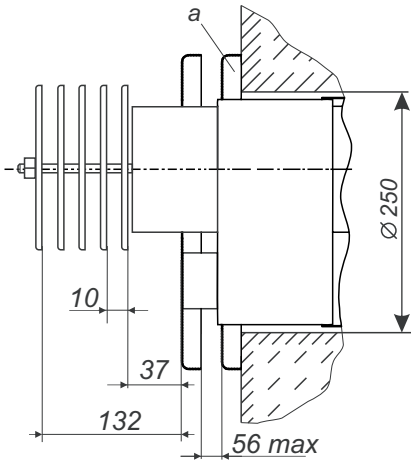

Рис. 3. Встановлення дисків димоповітряного блоку для апаратів потужністю 10-15 кВт
1 - вхідний патрубков підведення води в другий контур; 2 - газовий клапан; 3 - термоіндикатор; 4 - стаканчик для установки балона терморегулятора і термоіндикатора; 5 - датчик перегріву; 6 - вихідний патрубков другого контуру; 7 - патрубков підключення газу; 8 - димоповітряний блок (докладніше рис.3, 5, 5а); 9 - патрубков відводу води в систему опалення; 10 - місце установки ТЕНа (ТЕН в комплектацию апарата не входить); 11 - патрубков подачі води з системи опалення; 12 - оглядове вікно; 13 - запальник; 14 - основний пальник
6.3.1. В зовнішній стіні будинку, згідно з рис. 2, пробити горизонтальний канал діаметром 190 мм для апаратів потужністю 5-7 кВт, 250 мм для апаратів потужністю 10-15 кВт (рис. 3; 5). При цьому необхідно враховувати, що для забезпечення установки та зняття апарата, а також для зняття та установки газопальникового пристрою перед фронтом апарата на відстані **не менше 1 м від стіни** не повинно бути ніяких будівельних елементів або стаціонарно встановленого обладнання.
Для апаратів потужністю 10-15 кВт на виступаючий газохід зовнішній установити набір дисків. Закріпити диск "а" до зовнішньої стіни і відрегулювати їх (рис. 3).